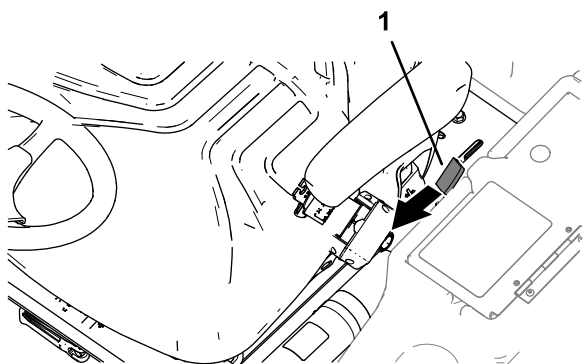

Figure 42
1. Déplacez la poignée de verrouillage de la plate-forme (Figure 42) vers l'avant de la machine jusqu'à ce que les crochets du verrou se désengagent de la barre de verrouillage.